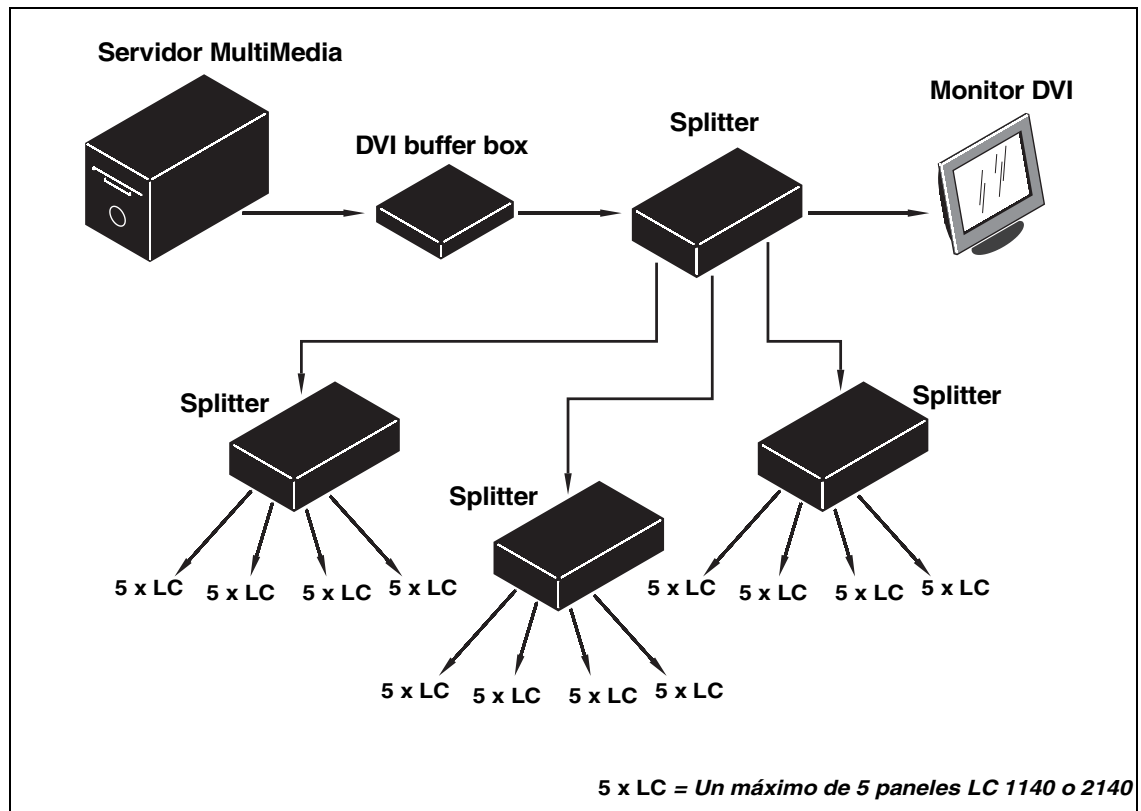

Figura 10: Distribución de segunda generación
**“Splitter” DVI:** Para enviar la señal de vídeo a más de una panel se necesita un distribuidor (splitter). Esta unidad duplica la señal de vídeo y la envía a dos o más unidades DVI. Los “Splitters” afectan a la calidad de la señal DVI. Por este motivo, existe una limitación del número de unidades conectadas a generaciones sucesivas (la conexión de un panel a un splitter como muestra la Figura 9, genera una señal de primera generación, y la conexión como muestra la Figura 10, genera una generación superior).
Observar la Figura 10. Si se quieren conectar más paneles, deberá conectar su monitor a la primera salida de la primera unidad “splitter” y conectar entonces más “splitters” al resto de salidas del primero. El envío de señales de vídeo a través de dos unidades “splitter” genera una señal de vídeo de segunda generación. A esta segunda generación de señal se podrán conectar un máximo de 5 paneles LC. El envío de una señal a través de una tercera unidad “splitter” generará una señal de vídeo de tercera generación, y se podrán conectar un máximo de 4 paneles, y así sucesivamente.
La Figura 10 muestra un diagrama esquemático de una línea de vídeo con un segundo nivel de unidades “splitter”, que generan una señal de segunda generación, que permite la conexión de un total de 60 paneles.